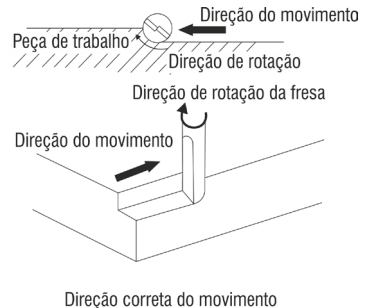

Fig. 4 – Fresando cantos e bordas
3. Mova a tupa no sentido indicado na Fig. 4, mantendo a tupa nivelada e com avanço suave e constante para um melhor acabamento.